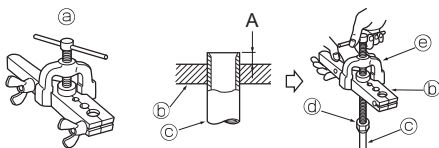

Fig. 5-6
5.2.4. Rozválnování (Fig. 5-6)